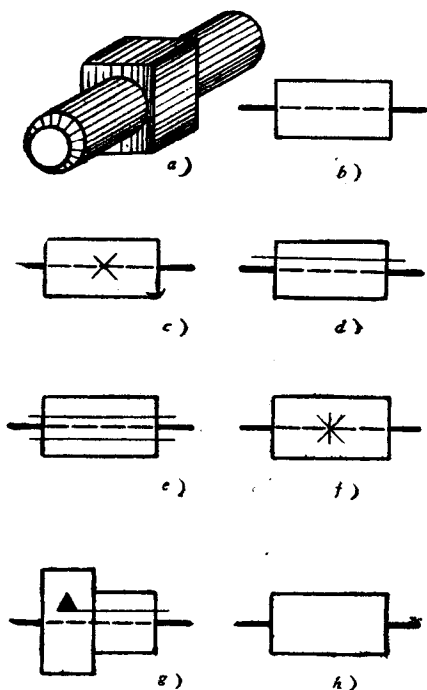

图18 零件跟軸連接的各种方式。
图18 a 是一个零件跟轴连接的立体图。这两个零件连接的关系和它们在略图中的表示法如图 18 所示:
1. 图18 b 是零件在轴上可以自由活动的表示法。矩形表示套在轴上的零件, 零件跟轴之间不加说明和记号。中间虚线表示轴的不可见部分。
2. 图18 c 表示机件固定在轴上。图中的‘x’号, 表示机件跟轴是用键固定的。
3. 图18 d 表示零件在轴上可以来回移动, 一用导键连接, 在轴上边的细实线表示导键。
4. 图18 e 表示机件可以在轴上移动。它是用花键连接的。
5. 图18 f 是表示机件和轴是用渐开线花键连接的。
6. 图18 g 是表示机件用移动销子连接的, 图中两个大小矩形, 表示套在轴上的两个零件, 上边带有黑三角形的直线表示拉键。
7. 图18 h 表示机件和轴的牢固连接。